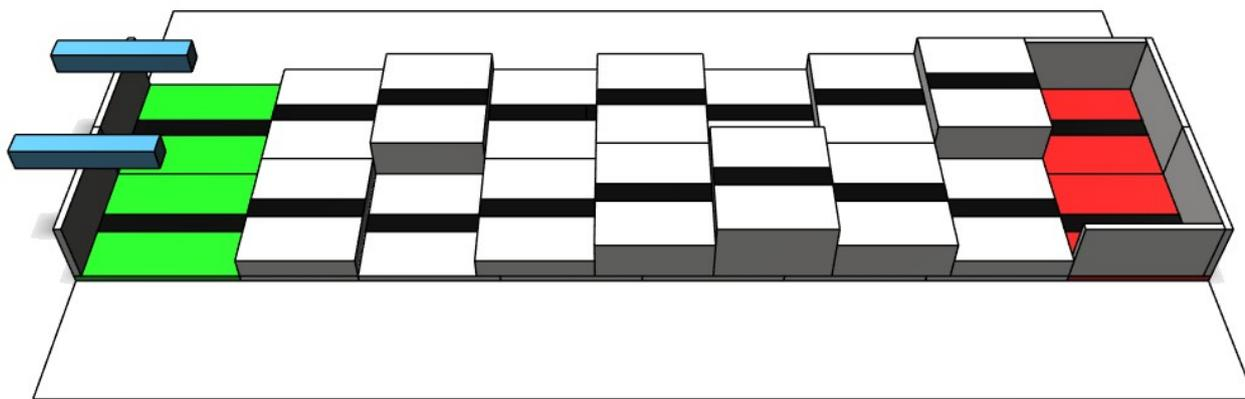

Рис. 1. Возможный вариант расположения ступеней на игровом поле:
2.1. Поле состоит из области получения шариков, двух наборов ступеней, места складирования шариков (см. рис. 1). Общие размеры игрового поля: ширина – 600 мм, длина – 2400 мм.